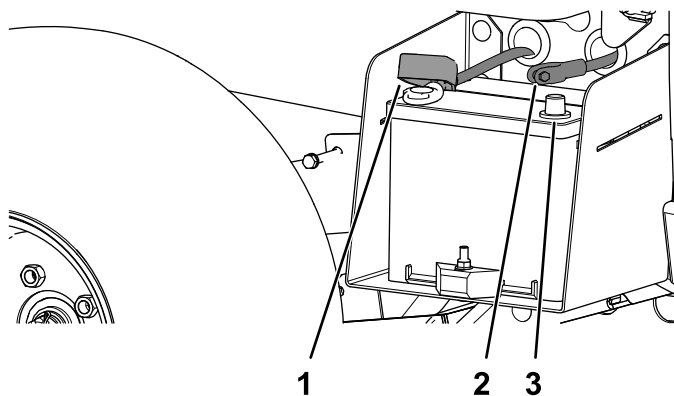

Figura 5
3. Collegare il cavo positivo (rosso) della batteria al morsetto positivo (+) della batteria e fissate il cavo con i bulloni e i dadi (Figura 5).